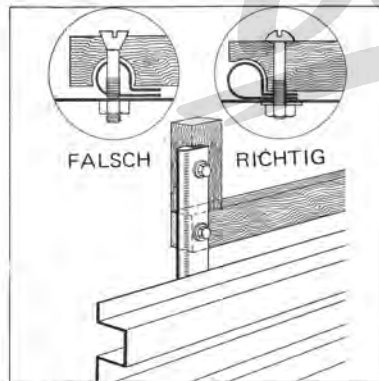

Abb. 24 – Befestigung von Holzteilen
- Es ist übrigens möglich, ohne Schwierigkeiten Regale, Trennwände, usw. einzubauen, doch sind einige Grundsätze hierbei zu berücksichtigen. Z.B. dürfen Holzteile nur auf Flacheisen und keine zylindrischen Teile der Wagenkonstruktion aufgeschraubt werden (s. Abb. 24 und 24A).